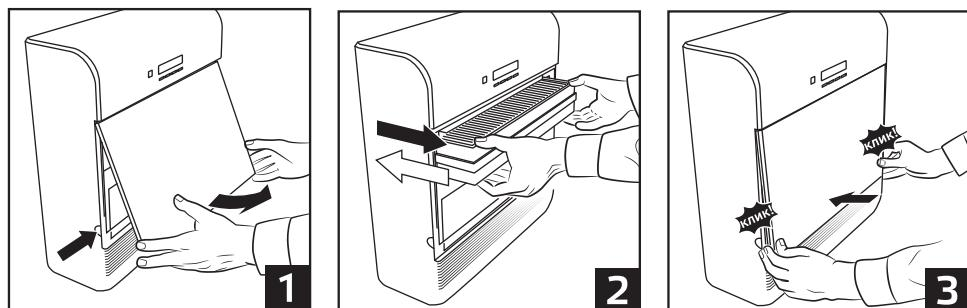

Рис.8. Снятие и установка сервисной панели
- 1) Нажмите на фиксаторы слева и справа по направлению друг к другу, освободив нижние углы панели, и потяните панель по направлению на себя, преодолевая усилие магнитного фиксатора, расположенного внизу по центру сервисной панели (рис. 8, изобр. 1).
- 2) Извлеките базовый фильтр (рис. 8, изобр. 2) и через образовавшуюся нишу убедитесь в равномерном прилегании уплотнительного кольца на тепло-шумоизоляционной трубе к уплотнению входного отверстия устройства.
- 3) Установите базовый фильтр на место (рис. 8, изобр. 2).
- 4) Установите на место сервисную панель. Убедитесь в срабатывании правого и левого фиксаторов (рис. 8, изобр. 3).